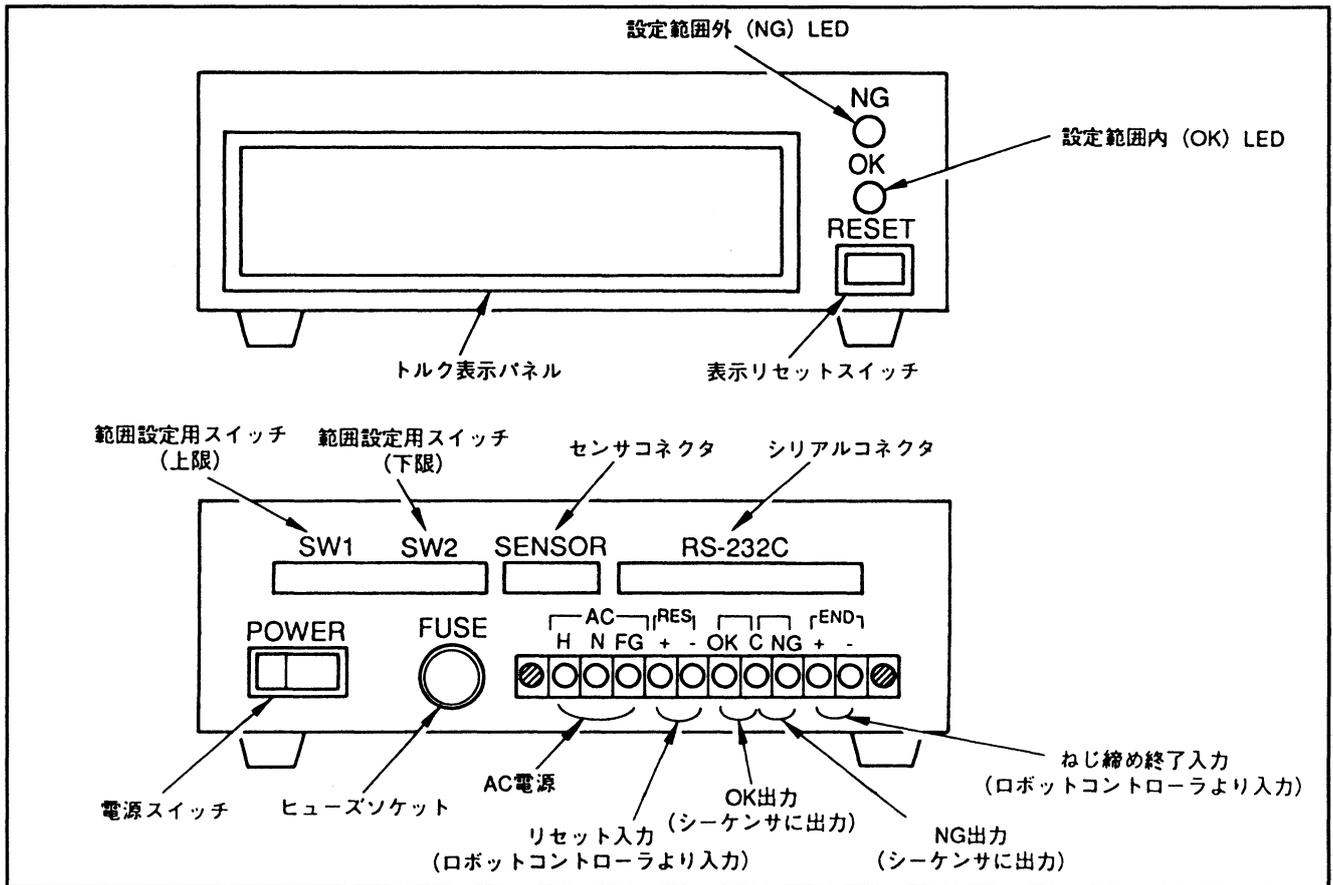

図1-8 トルク表示器各部の名称
4.2.2 トルク表示器各部の名称 トルク表示器の各部の名称を図1-8に示します。